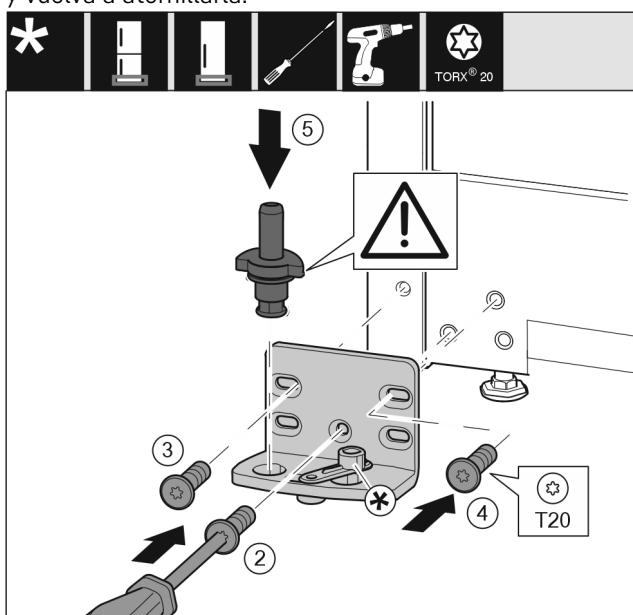

Fig. 17
- Coloque el soporte del cojinete en el otro lado y atorníllelo con un destornillador. Comience con el tornillo Fig. 17 (2) en la parte inferior central.
- Atornille el tornillo Fig. 17 (3) y el tornillo Fig. 17 (4).
- Inserte completamente los pernos del cojinete Fig. 17 (5). Asegúrese de que la leva de bloqueo apunte hacia atrás.